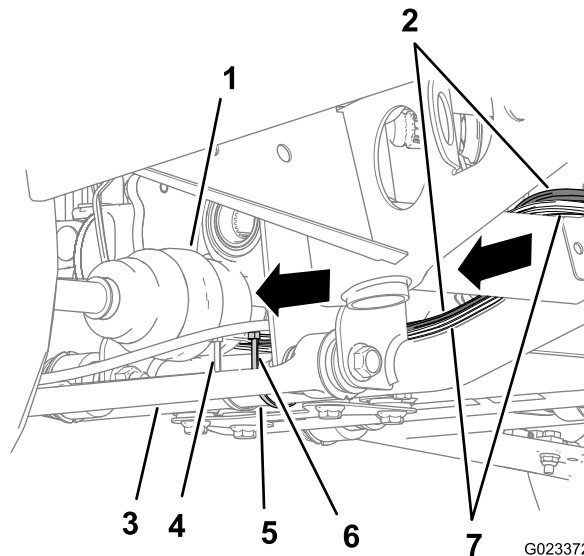
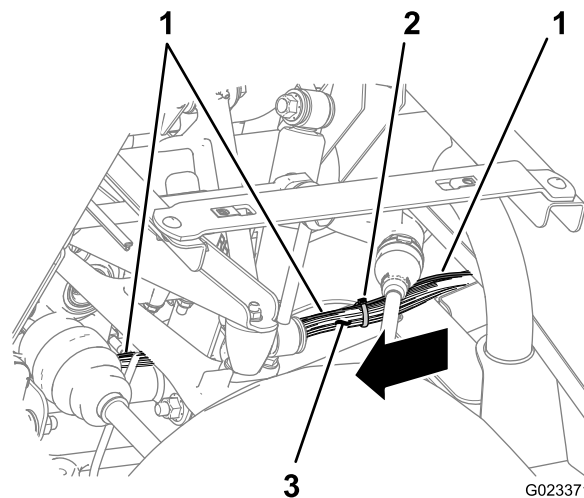
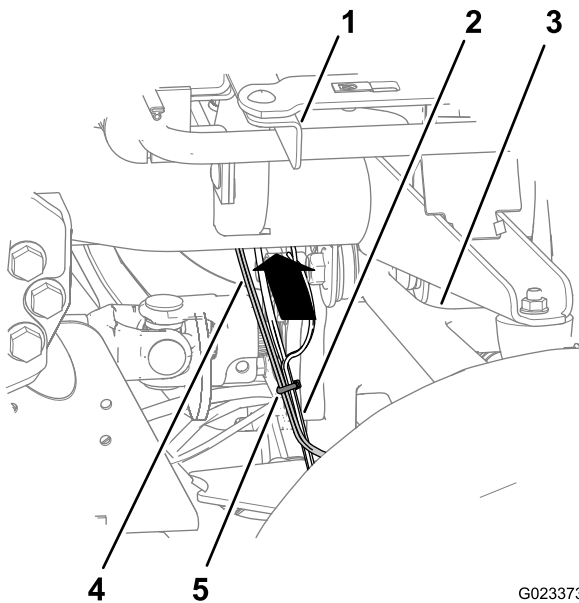

Figura 26
Figura 27
Figura 28
5. Continuate a disporre il cablaggio preassemblato del kit lungo il tubo del telaio inferiore e poi verso l'alto dietro il braccio di comando superiore e il canale di supporto posteriore del sedile (Figura 26, Figura 27 e Figura 28).
- Fissate il cablaggio preassemblato del kit al cablaggio principale posteriore con le fascette nelle 2 posizioni mostrate nella Figura 27 e Figura 28.
- Fissate il cablaggio preassemblato del kit al tubo del telaio inferiore con una fascetta nella posizione mostrata nella Figura 26.